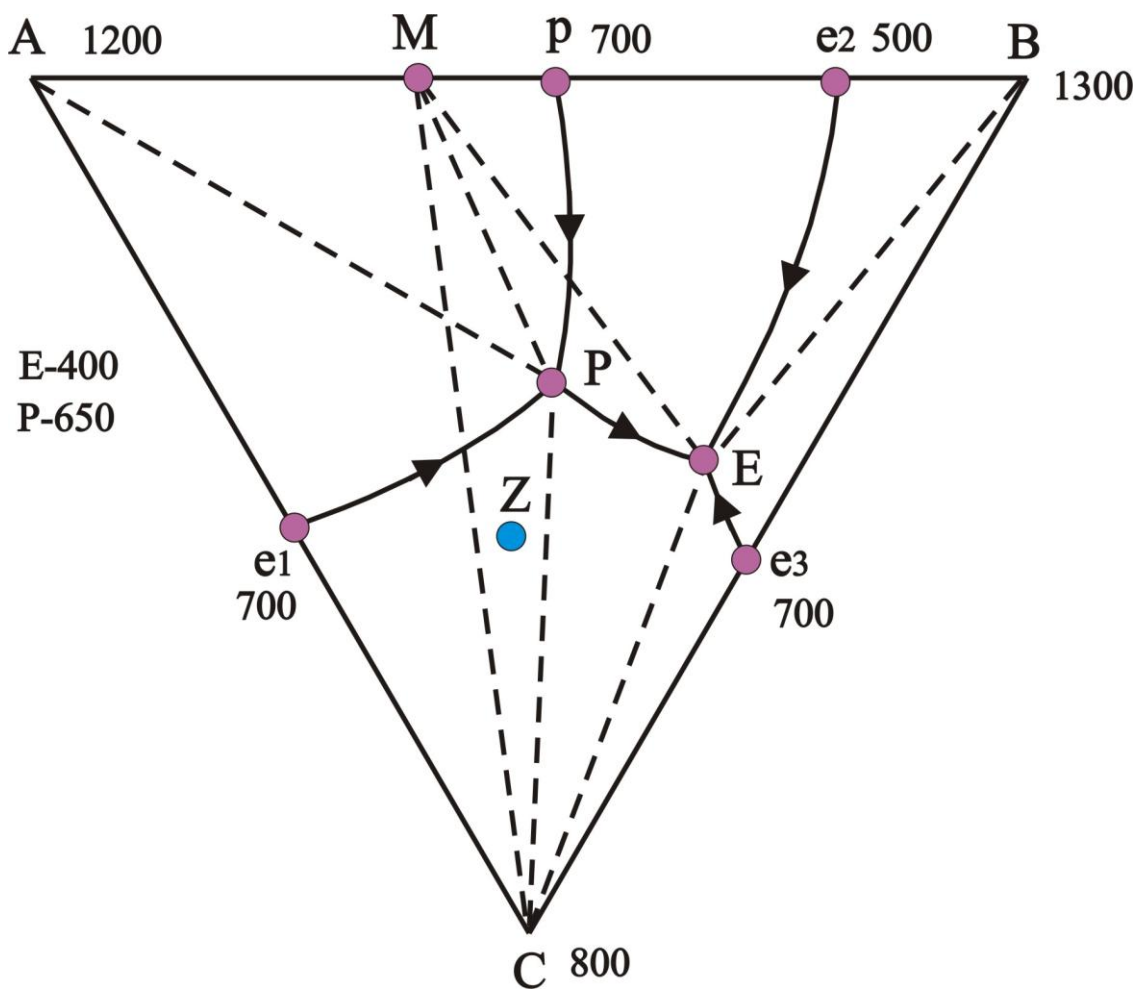

Рис.2. Диаграмма состояния тройной системы А–В–С с невариантным перитектическим превращением (1-2)
1. Оценить фазовый состав сплава А-4%В-16%С при 670 °С (см. рис.2). Ответ обосновать.
1. Оценить фазовый состав сплава А-40%В-10%С при 470 °С (см. рис.2). Ответ обосновать.
1. Построить кривую охлаждения сплава В–50%А–20%С (указать реакции) – см. рис.2
1. Оценить фазовый состав сплава А-25%В-15%С при 570 °С (см. рис.2). Ответ обосновать.
1. Оценить фазовый состав сплава А-15%В-25%С при 680 °С (см. рис.2). Ответ обосновать.